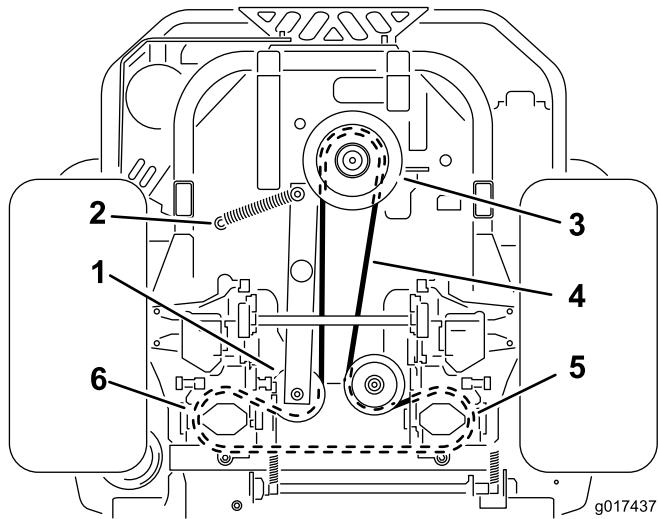

図 61
る図 61。
6. ポストからアイドラスプリングを外す図 61。